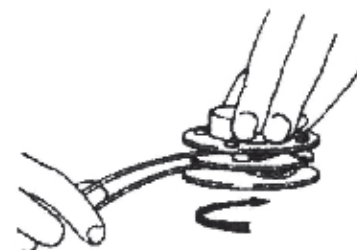

FIG. 3
3. Dobre o fio pela metade deixando dois comprimentos iguais. Insira o centro da parte dobrada na ranhura central do carretel. Fig.3.